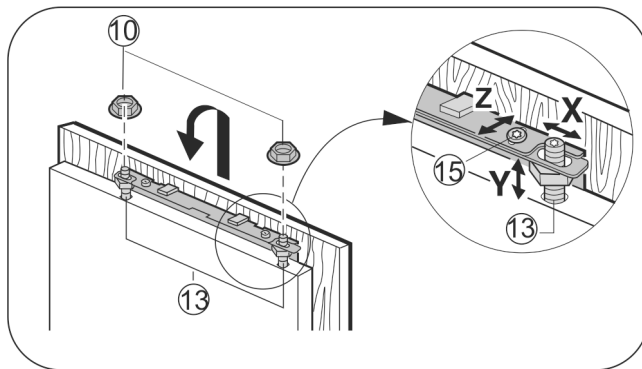

Fig. 19
- ▶ Vrata pohištva obesite na nastavitvene zatiče Fig. 19 (13) in protimatico Fig. 19 (10) rahlo privijte na nastavitvene zatiče.
- ▶ Vrata pohištva naravnajte na višino Y stranske poševnine: Nastavitvene zatiče Fig. 19 (13) nastavite z izvijačem.
- ▶ Zategnite protimatico Fig. 19 (10).